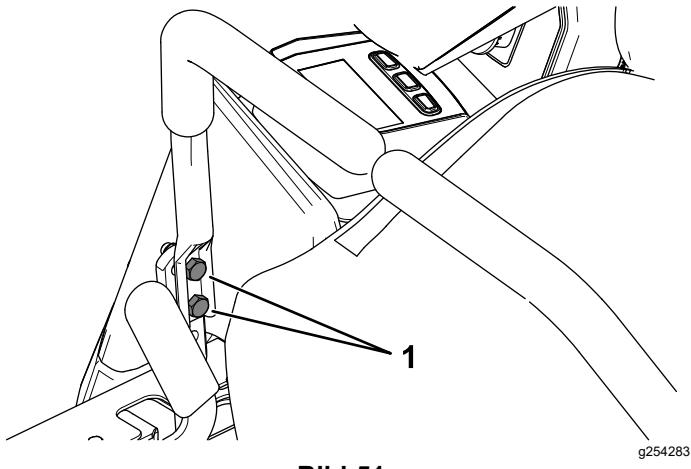

Bild 51
10. Wenn eine Ausrichtung erforderlich ist, lösen Sie die beiden Befestigungsschrauben des Fahrantriebshebels auf der falsch ausgerichteten Seite (Bild 51).
12. Ziehen Sie die beiden Befestigungsschrauben des Fahrantriebshebels fest (Bild 51).